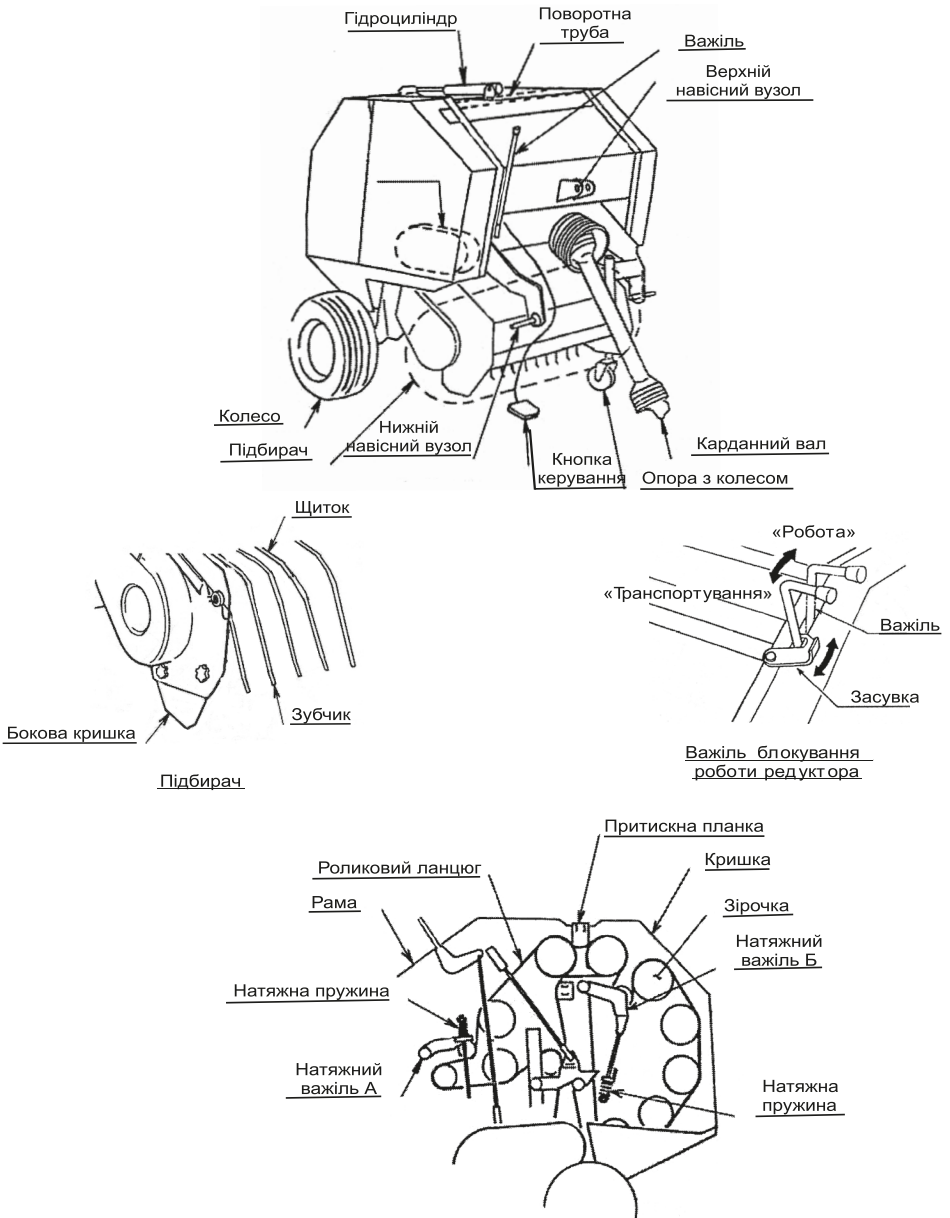
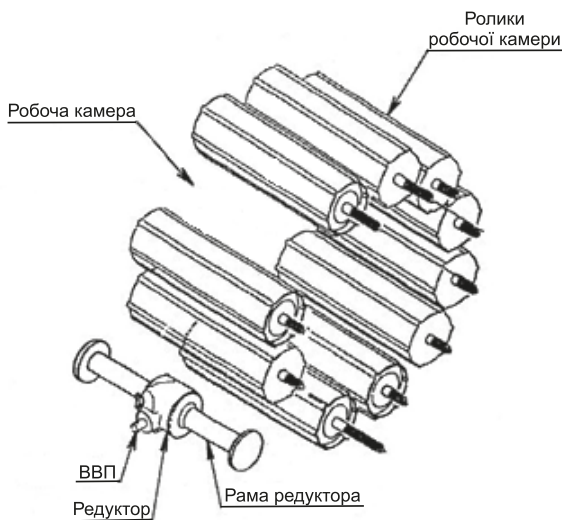

Рисунок 1.3. Схема прес-підбирача та його вузлів.
Рисунок 1.5. Схема ристроку робочої камери.
- верхній і нижні навісні вузли (рис.1.3): для закріплення прес-підбирача до трактора;
- підборний механізм (рис.1.3): для підбору скошеної смуги і подачі в камеру формування копиці за допомогою пружинних зубців. Бокова кришка і щиток підбирача забезпечують напрямок надходження сіна до робочої камери;
- важіль та засувка (рис.1.3.): для транспортування виробу вузел підбирача має бути піднятий, важіль переведений у положення «Транспортування» та зафіксований засувкою. Перед початком роботи засувка відводиться убік і важіль переводиться в положення «Робота»;
- робоча камера (рис.1.3, рис.1.5): для формування копиці в робочій камері. Натягуючі пружини, що знаходяться в робочій камері забезпечують правильне натягування роликів ланцюгів;
- гідравлічний насос і циліндр (рис.1.3): для відкривання і закривання заднього відкидного борта для вивантаження готового сформованого рулону;